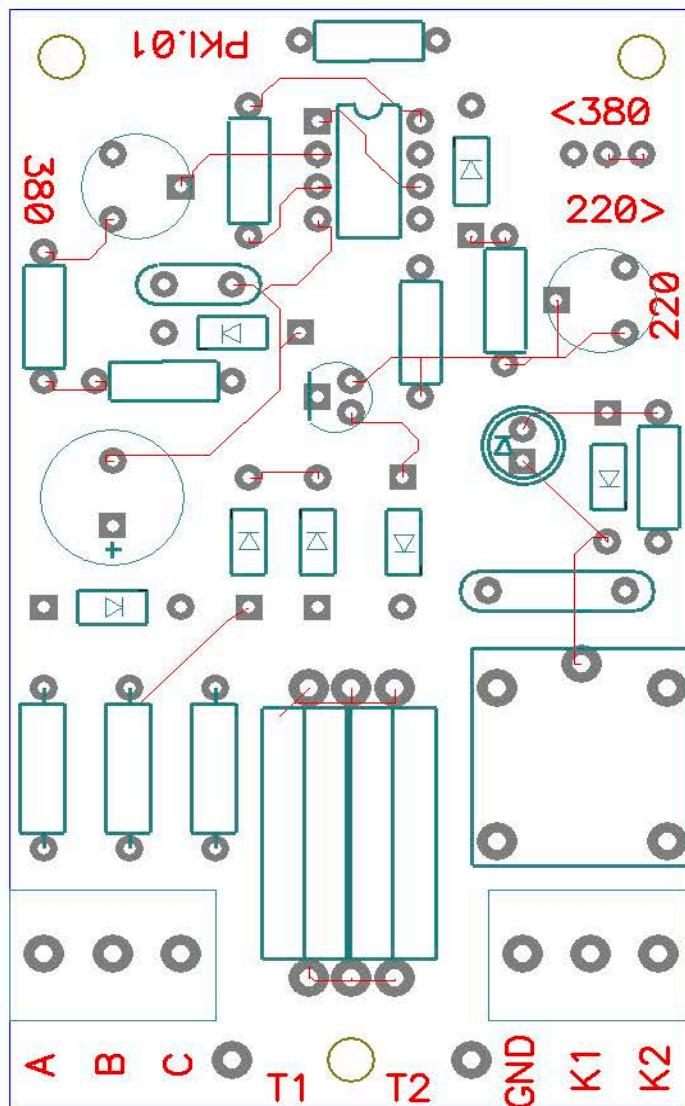
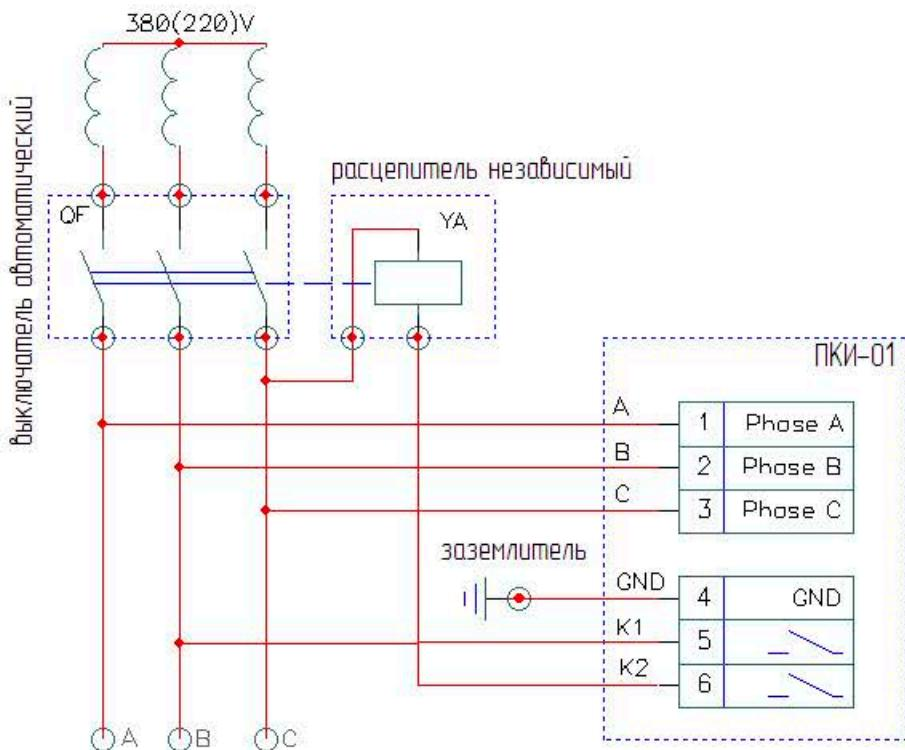

Рис.2. Расположение элементов на плате.
Рис.4. Схема подключения устройства.
Схема устройства собрана на одной плате. Расположение элементов на плате показано на рис.2.
Выбор рабочего напряжения устройства определяется расположением джампера (1) на плате. Замыкание двух левых штырьков (согласно рис.2) соответствует напряжению 380В, правых – 220 В.
Схема внешних подключений для электрического монтажа устройства УКИ осуществляется согласно рис.4.
Устройство поставляется в настроенном для обоих рабочих напряжений состоянии и может сразу использоваться в сети с номинальным напряжением 380 В. Для работы в сети с линейным напряжением 220 В достаточно переставить перемычку (джампер) (1 на рис.2) на два правых штырька. Чтобы использовать устройство в сети 380В джампер следует вернуть на два левых (по рис.2) штырька. Соответствующие подсказывающие надписи нанесены на плату рядом с джампером.
В случае необходимости повторной настройки устройства (например, после ремонта) следует собрать схему согласно рис. 4. Автоматический размыкатель QF при настройке не требуется (зажимы K1 и K2 на УКИ не подключаются). На зажимы А, В и С подается напряжение номинального уровня. Положение перемычки на джампере (1 на рис.2) должно соответствовать номинальному напряжению. Далее между любой из фаз и «землей» подключается резистор сопротивлением 10 кОм и мощностью не менее 10Вт. С помощью соответствующих подстроечных сопротивлений (4 для напряжения 220В и 5 для напряжения 380В на рис.2) добиваются срабатывания реле на плате УКИ. Срабатывание реле определяют по звуку (щелчки).